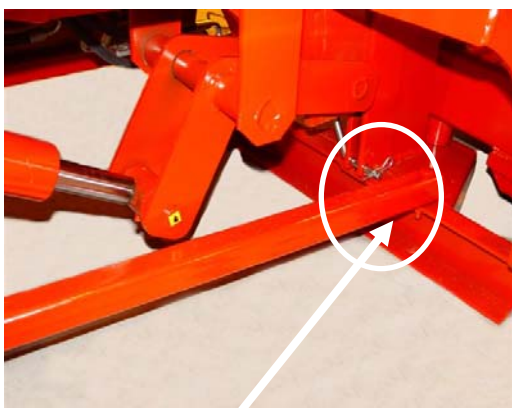

Bild 13.2a
1. Lyft upp klyvbettet och lossa låsspaken (Bild 13.2a).